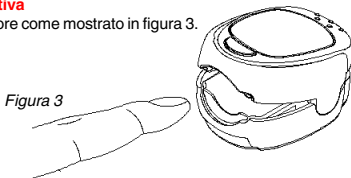

Figura 3
1. Aprire il sensore come mostrato in figura 3.